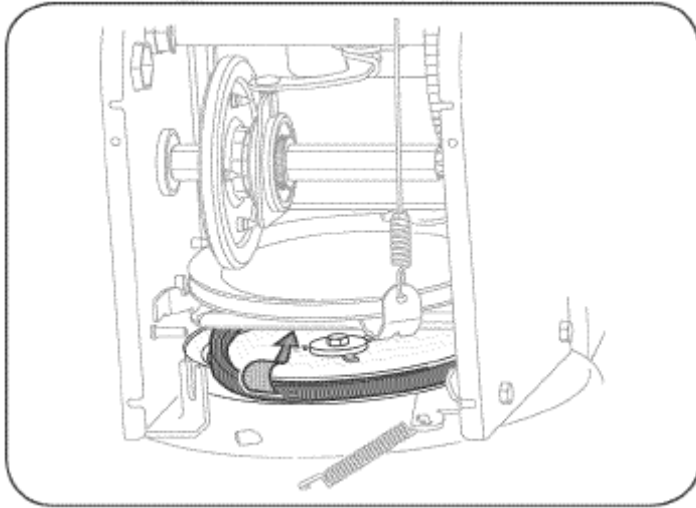

Рисунок 26
7. Снимите ремень со шкива шнека и пропустите его между опорным кронштейном и шкивом шнека (см. рис. 26).